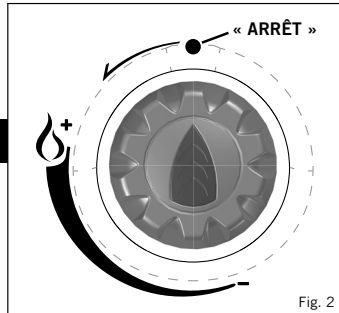

Fig. 2
- Avant de connecter l'alimentation en gaz, vérifiez tout d'abord que le robinet de l'appareil est en position d'arrêt, en tournant le Bouton de réglage dans le sens horaire jusqu'à sa butée (voir Fig. 2).